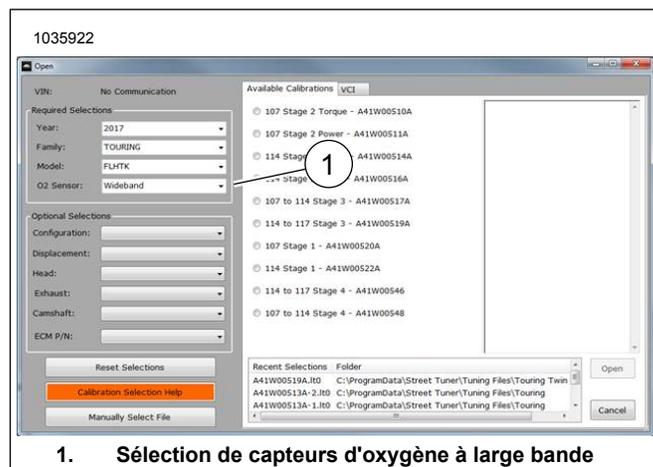

Figure 51. Sélection de capteurs d'oxygène à large bande
24. Voir Figure 51. Utiliser le Screamin' Eagle Pro Street Tuner pour terminer la pose. Télécharger le nouvel étalonnage de l'ECM lors de la pose de ce kit. Lors de la sélection d'un calibrage à télécharger avec le Pro Street Tuner Screamin' Eagle, sélectionner « Wideband » (à large bande) (1) dans le menu déroulant de l'option « Oxygen Sensor » (capteur d'oxygène). Pour plus de détails sur le Screamin' Eagle Pro Street Tuner, se reporter au catalogue Harley-Davidson.